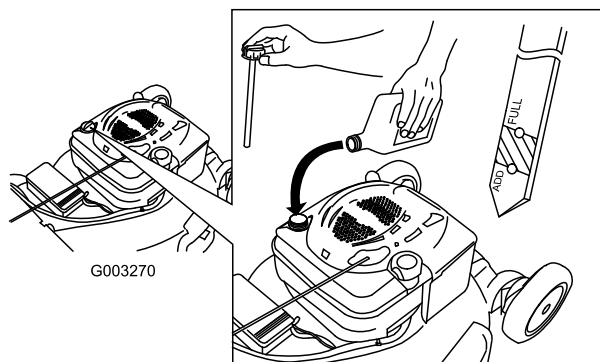

Figure 10
1. Retirez la jauge, essuyez-la sur un chiffon et remettez-la dans le goulot de remplissage (Figure 10).
2. Sortez de nouveau la jauge et contrôlez le niveau d'huile (Figure 10). Si le niveau n'atteint pas le repère **minimum** (Add) de la jauge, versez **lentement** suffisamment d'huile dans le goulot de remplissage pour faire monter le niveau au repère **maximum** (Full). Attendez 3 minutes après avoir fait l'appoint d'huile avant de contrôler le niveau d'huile avec la jauge. **Ne remplissez pas excessivement.** (Remplissage max. : 0,59 l (20 oz), type : huile détergente SAE 30 de classe de service API SF, SG, SH, SJ, SL ou supérieure.)